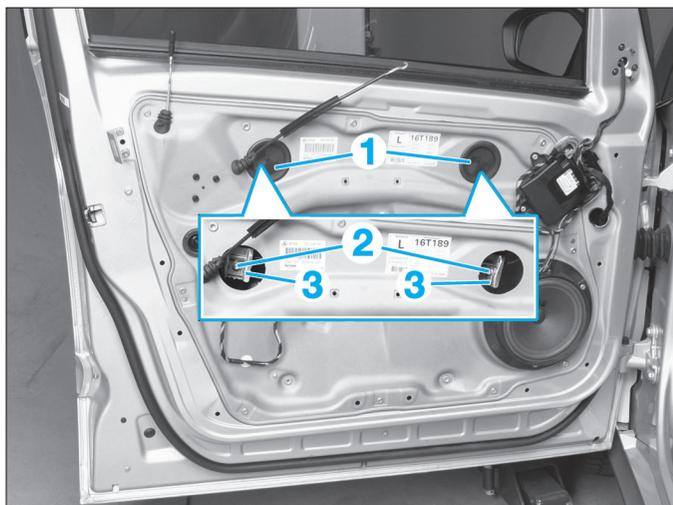

FIG. 47
- Déposer les bouchons (1) (Fig.47).